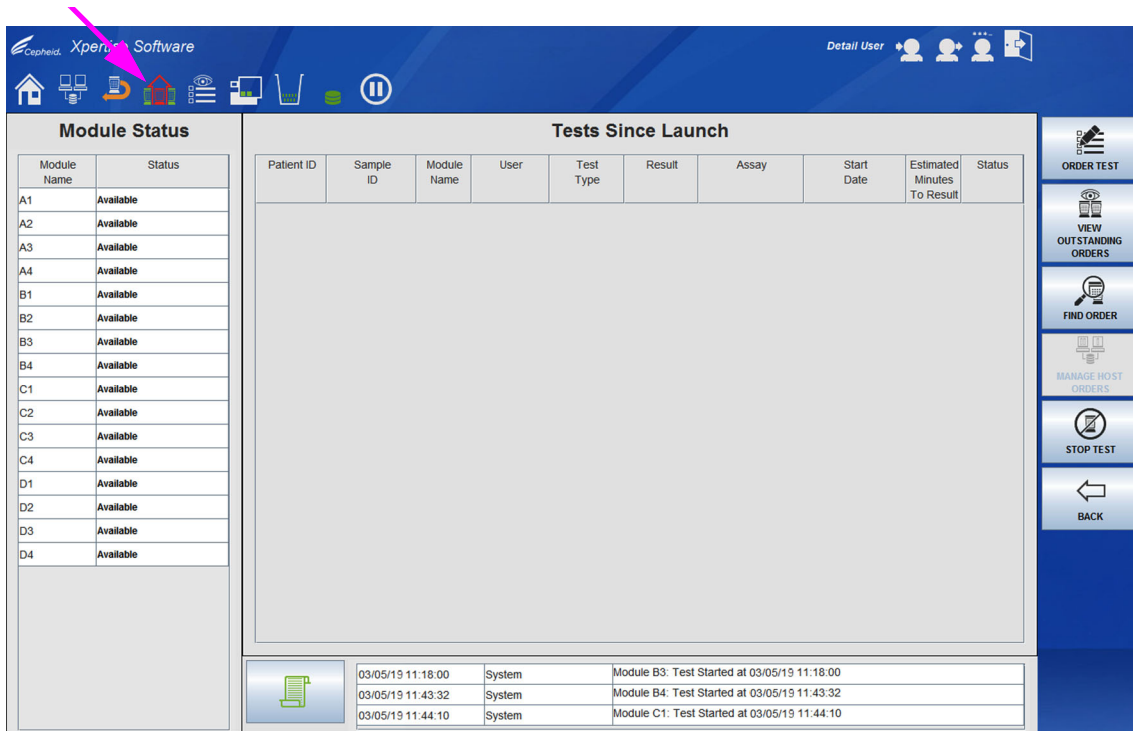
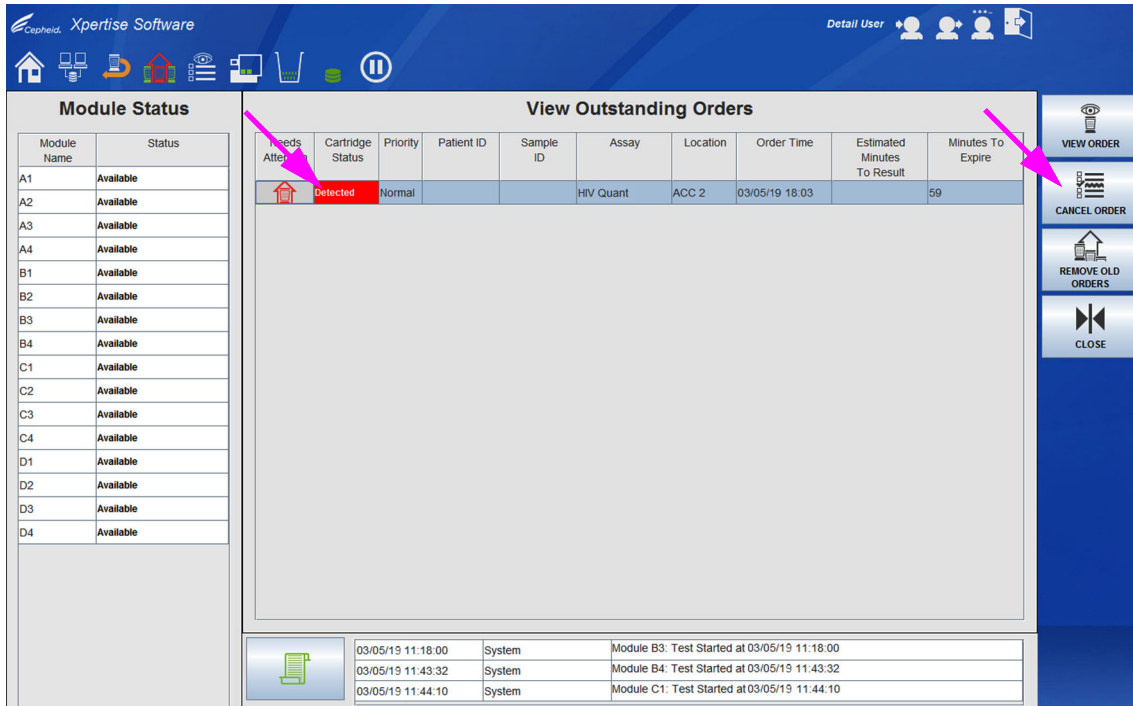
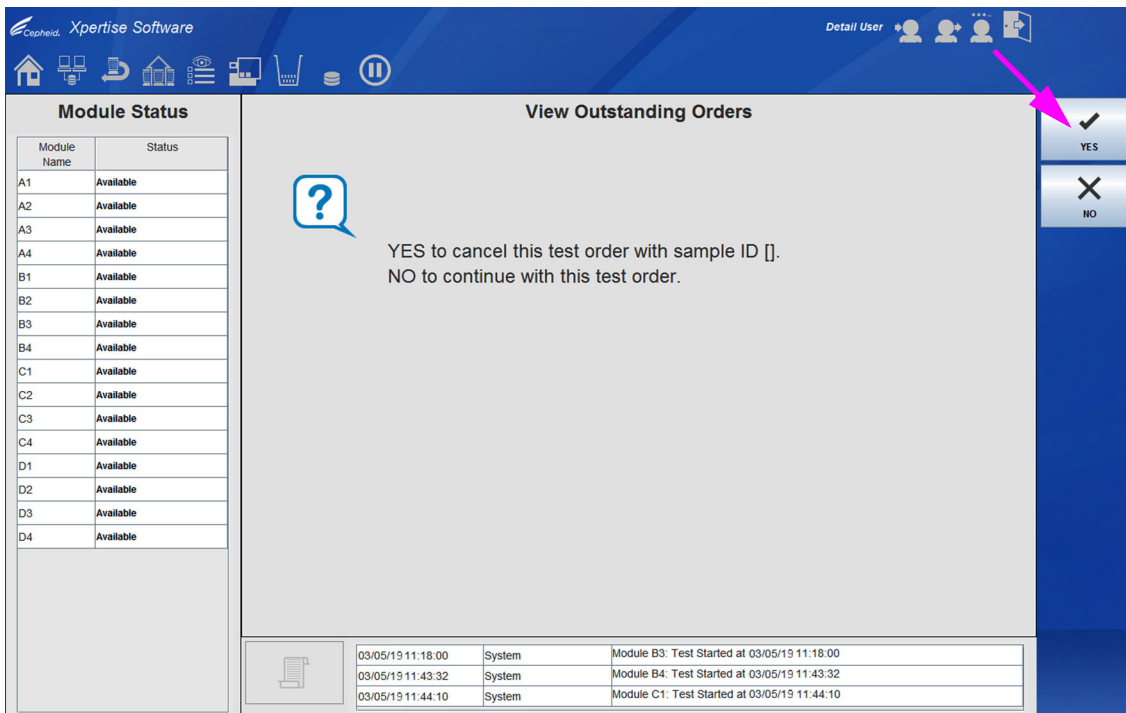

Figura 10-111. Ecrã do software Xpertise a mostrar o ícone View Outstanding Orders (Ver pedidos pendentes) vermelho
Figura 10-112. Área de trabalho View Outstanding Orders (Ver pedidos pendentes) a mostrar um cartucho Detected (Detetado)
Figura 10-113. Confirmação da área de trabalho View Outstanding Orders (Ver pedidos pendentes) para cancelar o pedido
Ver Figura 10-111.
1. No painel de instrumentos (ver Figura 10-111), seleccione o ícone **View Outstanding Orders (Ver pedidos pendentes)** vermelho para ver os cartuchos que necessitam de atenção. Será apresentada a área de trabalho View Outstanding Orders (Ver pedidos pendentes). Ver Figura 10-112.
2. Na área de trabalho View Outstanding Orders (Ver pedidos pendentes) (ver Figura 10-112), o cartucho que necessita de atenção vai apresentar um Cartridge Status (Estado do cartucho) de **Detected (Detetado)**. Aponte o tempo que falta até o cartucho expirar que aparece na coluna Minutes to Expire (Minutos para expirar).
3. Seleccione o cartucho para ser retirado do sistema e seleccione o botão **CANCEL ORDER (CANCELAR PEDIDO)** (ver Figura 10-112). Será apresentada uma confirmação de que o pedido deve ser cancelado. Ver Figura 10-113. Seleccione o botão **YES (SIM)**. O Cartridge Status (Estado do cartucho) vai mudar para **Rejected (Rejeitado)**.